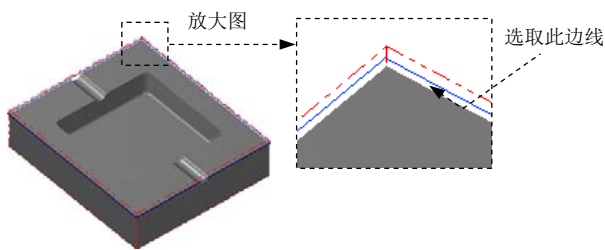

图 11.13 选取切削范围边线
(2) 设置加工边界。在 **Containment boundary** 区域中单击 按钮，系统弹出“串连选项”对话框。在图形区中选取图 11.13 所示的边线，单击 按钮，系统返回至“刀具路径的曲面选取”对话框。
(3) 单击 按钮，完成加工区域的设置，同时系统弹出“曲面粗加工挖槽”对话框。